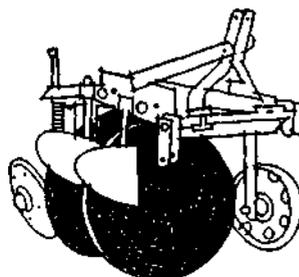

fig. 4
- Com um ou mais discos, ou aiveca (fig. 4).